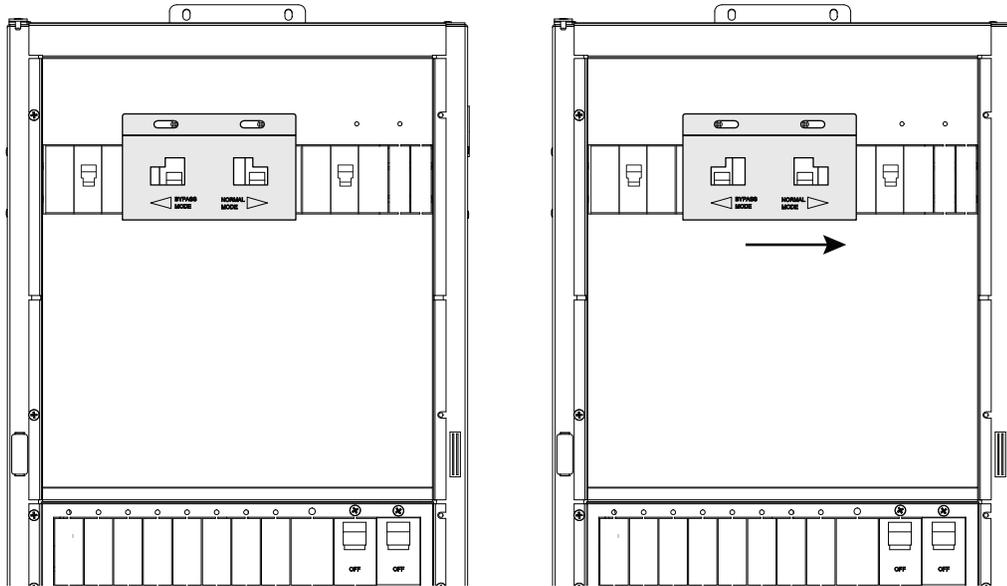

Figure 3-35 Installation de la plaque de verrouillage de dérivation triphasée sur mesure
2. Placez la plaque de verrouillage de dérivation par-dessus les disjoncteurs, comme illustré à la Figure 3-35, puis fixez-la en place avec la quincaillerie fournie.
3. Pour la placer en position normale, faites glisser la plaque de dérivation vers la droite, comme illustré à la Figure 3-35.